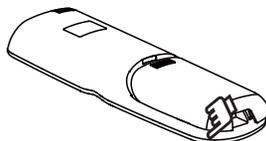

Figura 7
2. Levante pela extremidade esquerda inferior da tampa das pilhas para abri-la (consulte a Figura 7);